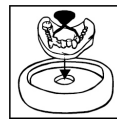

Fig.1
- Posizionare la base del modello sull'apertura del cilindro del SHERAMUFFELFORMER MG (fig 1)